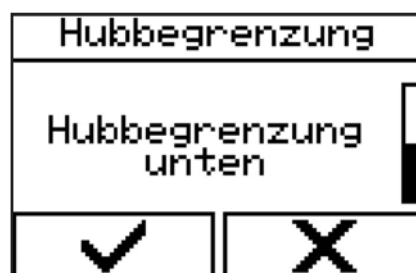

Abbildung 100 - Menü auswählen
1. Menü über „Steuerung“ → „Hubbegrenzung“ → „Hubbegrenzung unten“ (Abbildung 100) auswählen.